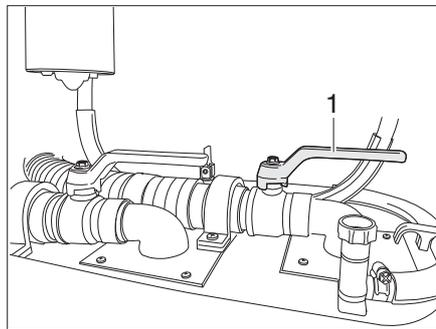
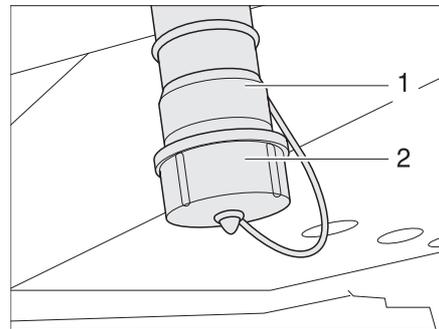

Bild 163 Ablasshahn Abwassertank
Bild 164 Abwasser-Ablaufstutzen
Der Ablasshahn (Bild 163,1) ist im Doppelboden je nach Modell auf der linken oder rechten Seite des Fahrzeugs angebracht. Der Ablasshahn ist durch den Schriftzug "Abwasser" gekennzeichnet. Eine Abdeckkappe (Bild 164,2) verschließt den Abwasser-Ablaufstutzen (Bild 164,1). An den Abwasser-Ablaufstutzen (Bild 164,1) kann eine Schlauchleitung angeschlossen werden.
- Abdeckkappe (Bild 164,2) am Abwasser-Ablaufstutzen (Bild 164,1) durch eine viertel Drehung im Uhrzeigersinn entriegeln und abnehmen.
- Ablasshahn (Bild 163,1) öffnen. Das Abwasser läuft ab.